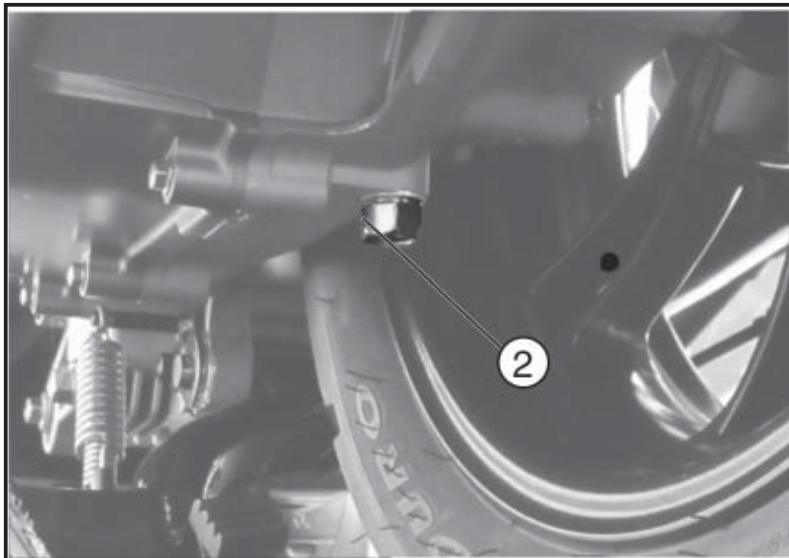

Abb. 02
- Die Schraube «**2 - Abb. 02**» abschrauben, die Unterlegscheibe entnehmen und das Öl vollständig ablassen.
- Die Schraube «**2 - Abb. 02**» wieder anschrauben und das neue Öl des empfohlenen Typs mit einer Spritze durch die Einfüllöffnung bis zum richtigen Niveau einfüllen.